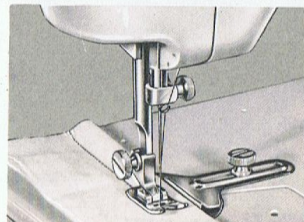

Abb. 75
- 4/B-2 Mit dem Nähen vorgehen, wie in der Gruppe 3/A angeführt, dabei die Kante des Stoffes gegen den Führer anliegen lassen. (Abb. 75 und 76).